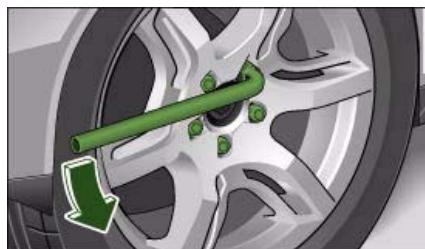

Fig. 231 Cambio de rueda: Aflojar los tornillos
- Agarre la llave por el **extremo** y gírela aproximadamente *una vuelta hacia la izquierda* ⇒ fig. 231 -flecha-.